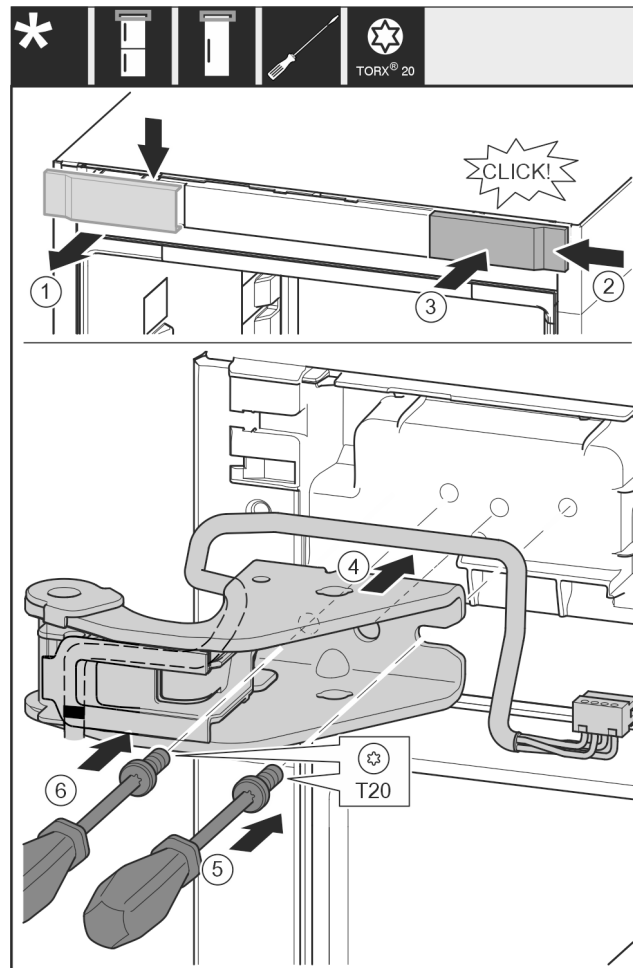

Fig. 33
- ▶ Odeberte kryt Fig. 33 (1) shora dopředu.
- ▶ Kryt Fig. 33 (2) otočený o 180° zavěste na druhé straně zprava.
- ▶ Zaklapněte kryt Fig. 33 (3).
- ▶ Nasadte horní stojan ložiska Fig. 33 (4).
- ▶ Šroubovákem nasadte šroub Fig. 33 (5) a utáhněte.
- ▶ Šroubovákem nasadte šroub Fig. 33 (6) a utáhněte.